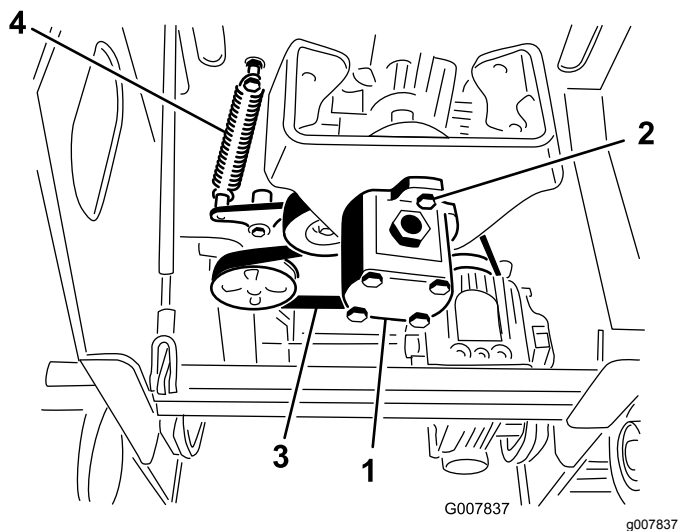

Figura 47
5. Afloje los 2 pernos de la bomba (Figura 47).
6. Gire la bomba en el sentido antihorario y deje que se separe de la polea (Figura 47).
7. Usando una herramienta especial para retirar muelles (póngase en contacto con su servicio técnico autorizado), retire el extremo del muelle del perno para aliviar la tensión de la correa (Figura 47).